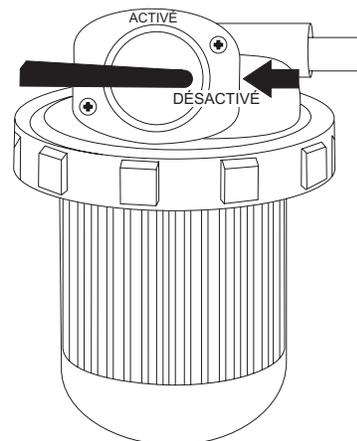

Figure 61. Levier du robinet de carburant (DÉSACTIVÉ)
7. Placer le levier du robinet de carburant (Figure 61) en position **DÉSACTIVÉ**.